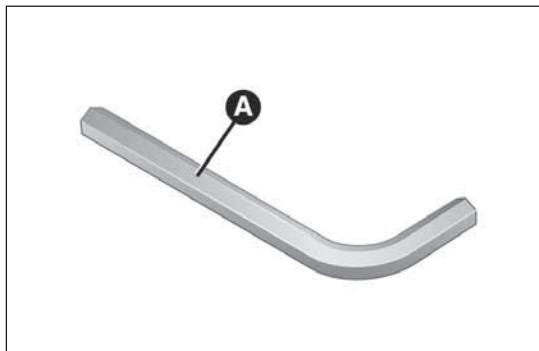

fig. 181
- prelevare la chiave a brugola A fig. 181 fornita in dotazione;